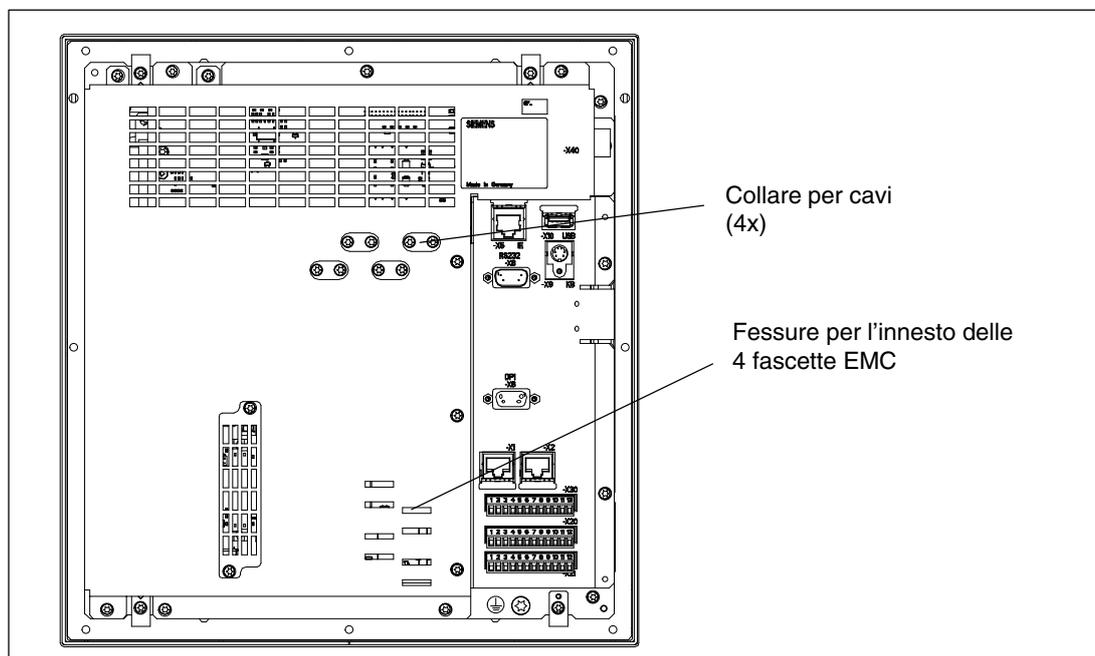

Fig. 7-10 Collegamento dei cavi con fascetta per lo schermo/fissaggio meccanico dei cavi
2. Posizionare lo schermo nella posizione prevista sulla custodia (vedere la fig. 7-10).
4. Per lo scarico meccanico del tiro dei cavi si può utilizzare l'apposito collare risp. la fascetta EMC (vedere la fig. 7-10).